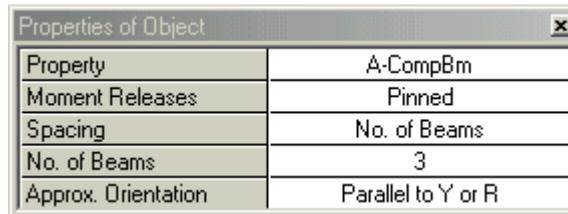

Figura 15- Caja Properties of Object
A. Hacer click en el botón **Create Secondary Beams in Region or at Clicks**,  o en el comando **Draw menu > Draw Lines Objects > Create Secondary Beams in Region or at Clicks**. La caja Properties of Object para vigas aparecerá según lo mostrado en la Figura 15.